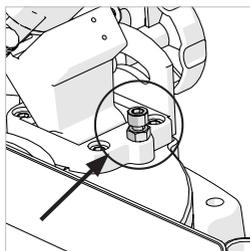

Afb. 8
- Plaats het instelvierkant op de tafel met een korte kant tegen de tafel en de andere korte kant tegen het zaagblad (vermijd de TCT-tanden). **(Afb. 8)**